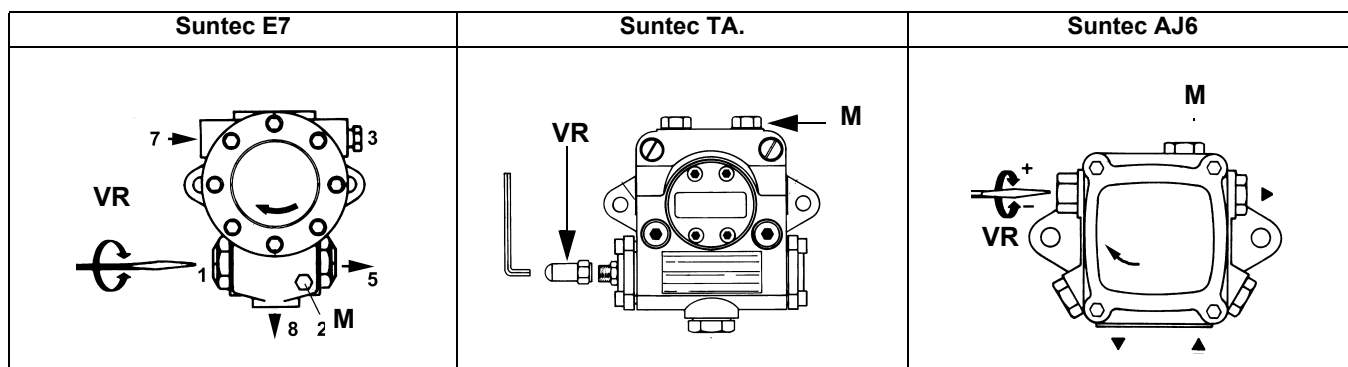

Рис. 24
- 4 Для создания кривых соотношения "топливо - воздух", обратиться к прилагаемым инструкциям на менеджер горения LMV. Давление питания форсунки уже отрегулировано заранее на заводе-изготовителе и не должно изменяться. Только в случае необходимости, отрегулировать давление питания (см. соответствующий параграф) следующим образом: установить манометр в положение, указанное, воздействовать на регулировочный винт **VR** насоса (см. Рис. 24) до получения на форсунке давления в 20бар ;